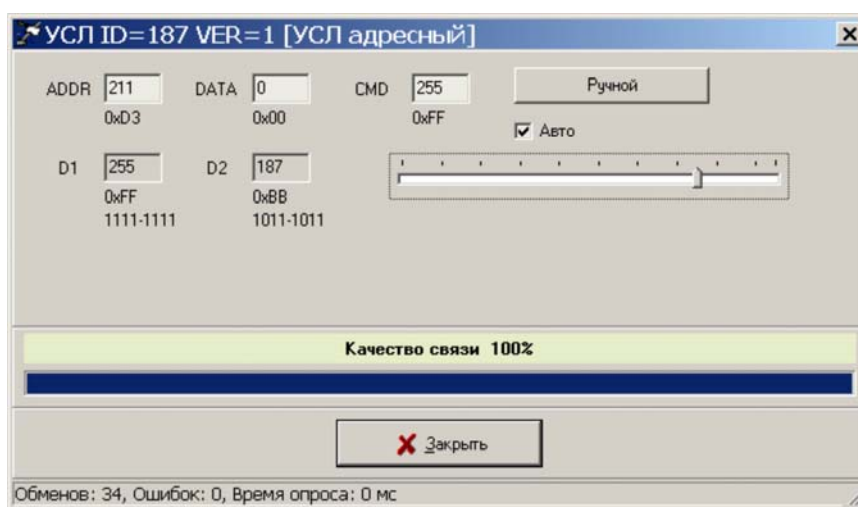

Рисунок 20
- 3) В открывшемся окне установить следующие параметры (рисунок 20):
- 5) В открывшемся окне установить следующие параметры (рисунок 20):